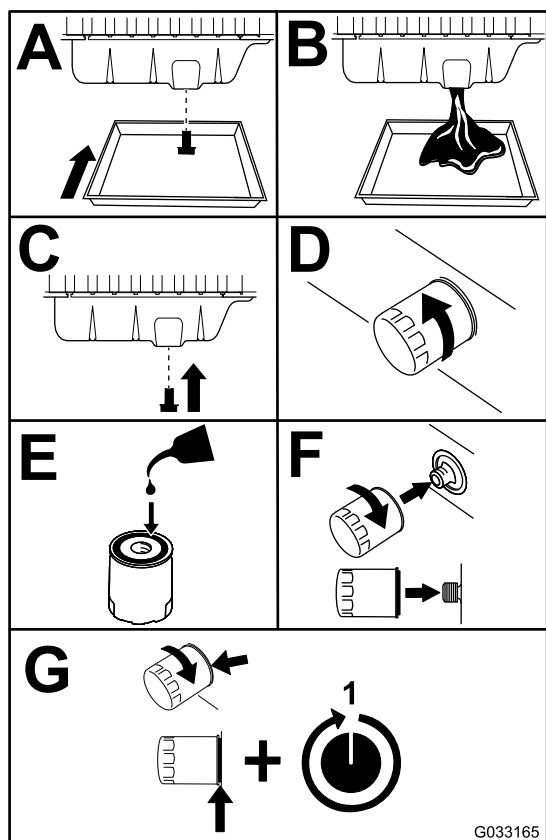

Figura 52
3. Cambie el aceite del motor y el filtro (Figura 52).